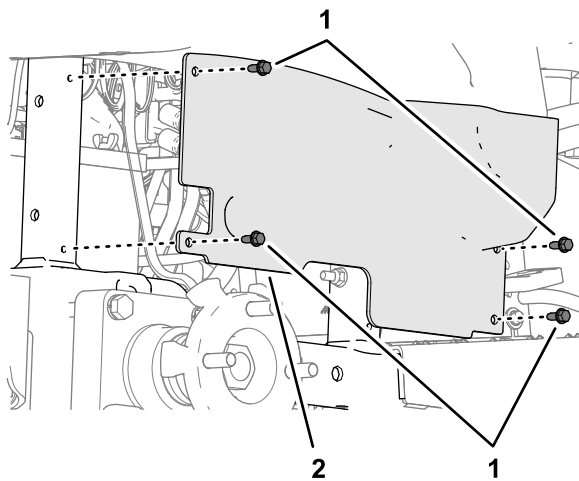

Figura 31
3. Rimuovete le 4 viti flangiate a testa cilindrica ($\frac{1}{4}$ " x $\frac{5}{8}$ ") che fissano la protezione della ruota al telaio della macchina (Figura 31).
6. Allineate i fori nella protezione della ruota con il telaio della macchina (Figura 31) e fissate la protezione al telaio con le 4 viti flangiate a testa cilindrica ($\frac{1}{4}$ " x $\frac{5}{8}$ ") che avevate rimosso al passaggio 3.